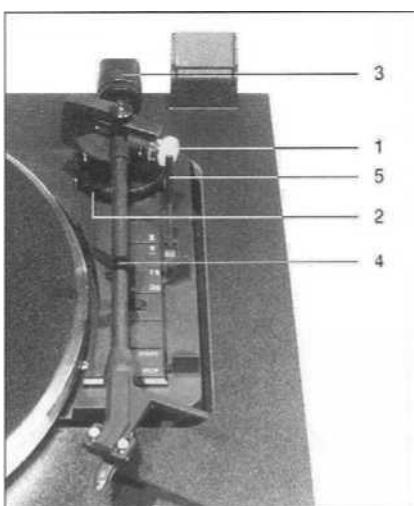

Рис. 6
Установите регулятор прижимной силы (1) на "0", а ручку регулировки противоскатывающей силы (2) поверните против часовой стрелки до упора (Рис. 6). Наверните противовес тонарма (3) на заднюю трубку тонарма (Рис. 5).
Снимите тонарм (4) с подставки и переместите его на небольшое расстояние в направлении центра опорного диска. Установите рычаг подъема (5) в положение DOWN (Вниз), при этом удерживая тонарм (Рис. 6). Точная балансировка тонарма может быть выполнена путем поворота противовеса (3) для того, чтобы он мог свободно висеть над опорным диском. Переместите тонарм назад на подставку. Сейчас вы можете отрегулировать прижимную силу (1) и противоскатывающую силу (2). Отрегулируйте ее на значение 1,5 мН (миллиньютона) для головки звукоснимателя ОМВ 10, установленной на заводе. Значения требуемой противоскатывающей силы смотри в таблице внизу: